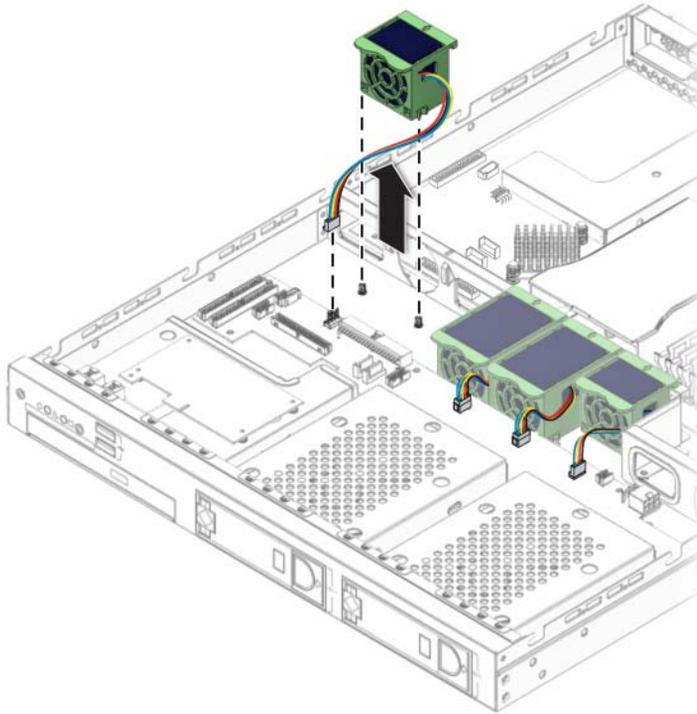

図 4-23 ファンモジュールの取り外し
4. ファンの電源コネクタを SATA バックプレーンから引き抜きます (図 4-23 参照)。